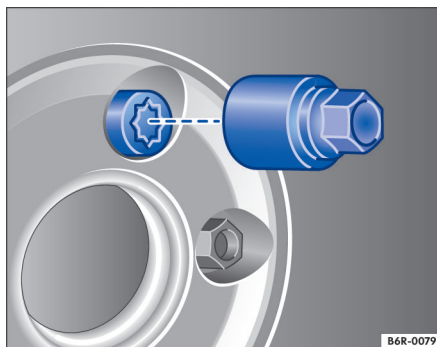

Fig. 195 Troca de roda: parafusos de roda antifurto e adaptador.
- Encaixar o adaptador no parafuso de roda antifurto até o batente → Fig. 195.